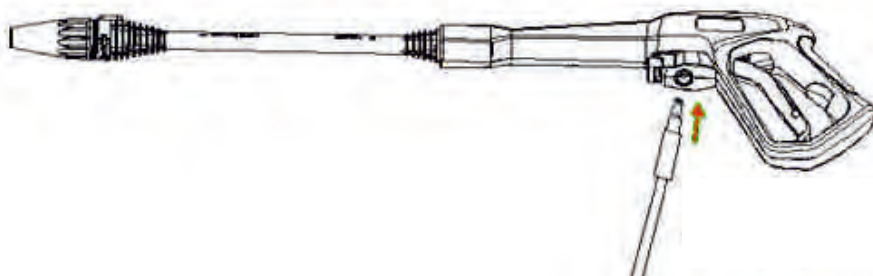

Рис. 4
- Подсоедините шланг высокого давления к пистолету., как показано на Рис. 4